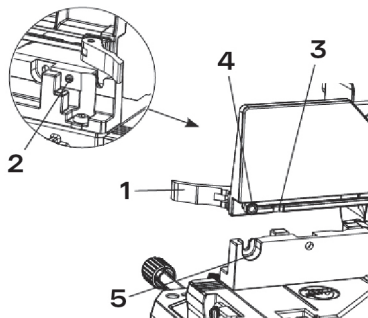

рис. 11
1. Разблокировать упор рычагом (1), нажав на него в направлении задней части инструмента (рис. 11).
2. Удалить болт (2) с помощью шестигранного ключа.
3. Поднять выдвижной упор (3), чтобы удалить его с пилы.